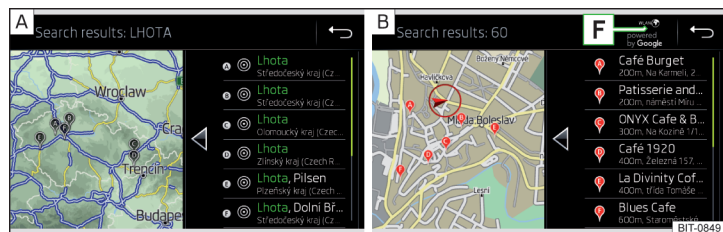

Abb. 185 Liste der aufgesuchten Ziele: in den Navigationsdaten / online
Funktionsflächen » Abb. 184 und » Abb. 185
- In den Navigationsdaten aufgesuchte Ziele » Abb. 185 - **A**.
- Online aufgesuchte Ziele » Abb. 185 - **B**.